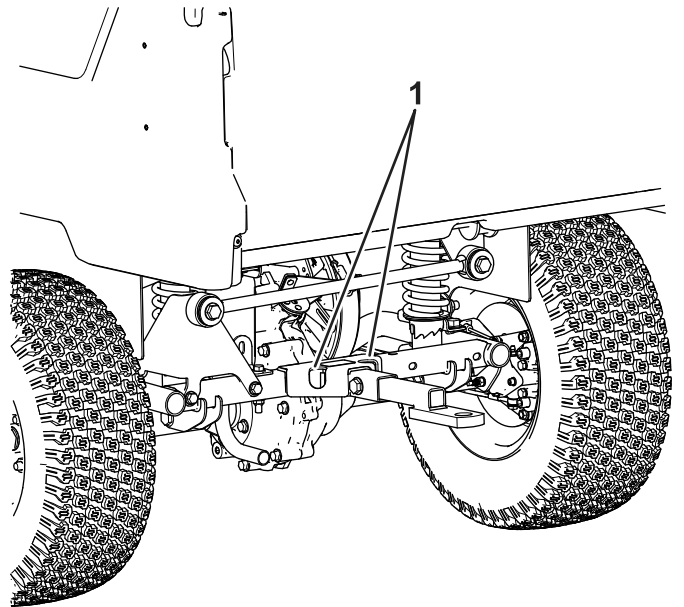
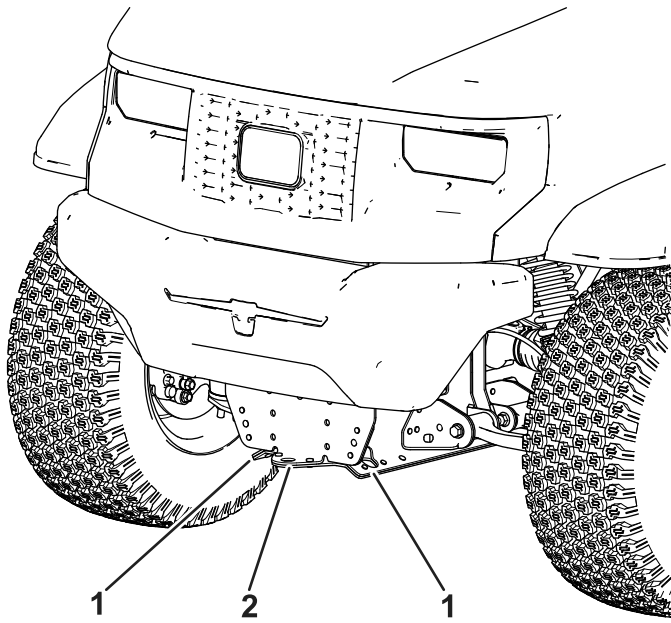
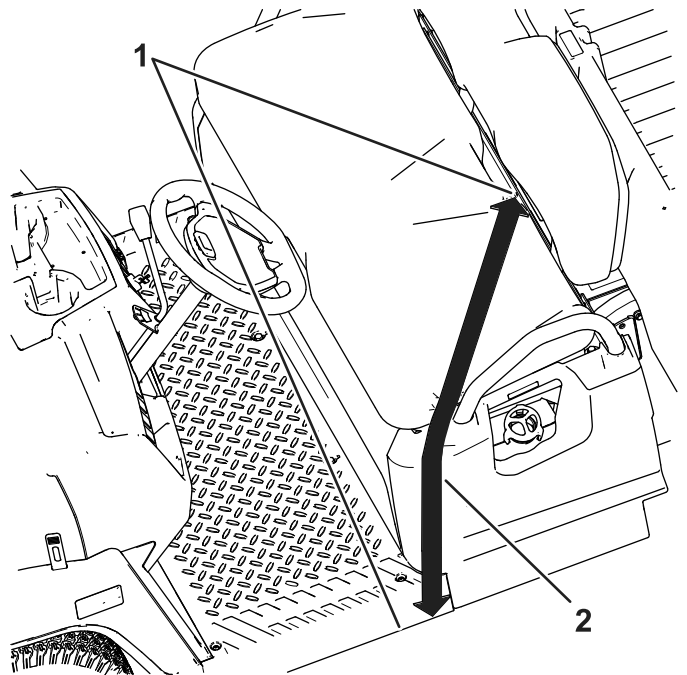

Figura 24
Figura 23
Figura 25
- Amarre firmemente la máquina (Figura 23), (Figura 24) y (Figura 25).
2. Conecte un cable de remolque al punto de remolque, en la parte delantera del bastidor de la máquina (Figura 23).